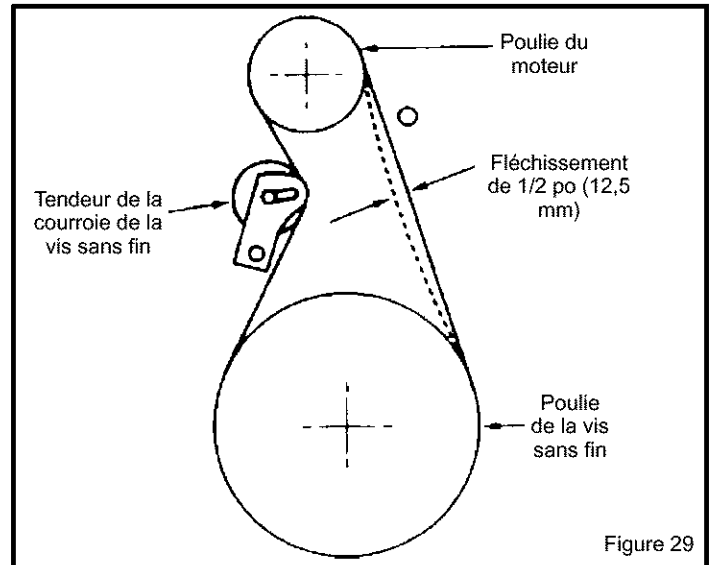

Figure 29
5. Demander à quelqu'un d'embrayer la vis sans fin avec la poignée du guidon. Vérifier la tension de la courroie (à l'opposé de la poulie de tension). La courroie doit fléchir d'environ 1/2 po (12,5 mm) sous une pression moyenne (Figure 29). Il peut être nécessaire de déplacer la poulie de tension une nouvelle fois pour obtenir la tension appropriée.